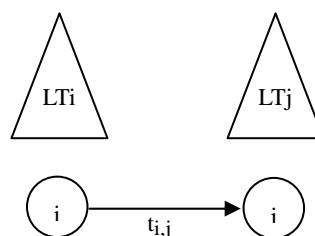

图 9-8 结点 i 后面有一条箭线图
1. 当结点 i 后面只有一条线箭线时，即从该结点出发的活动只有一项（如图 9-8）时，其最迟结束时间 LT_i 为：